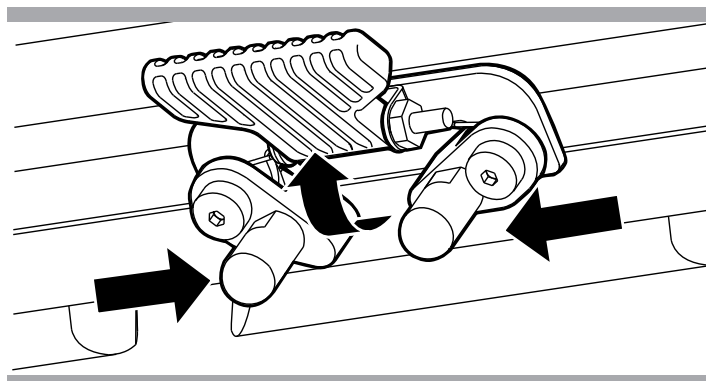

Figure 12. Loquet de sécurité (déverrouillé)
5. Basculez le loquet du siège vers le haut. **Voir la figure 12.**
6. Comprimez le loquet pour détachez le siège de la barre trapèze avant. **Voir la figure 12.**